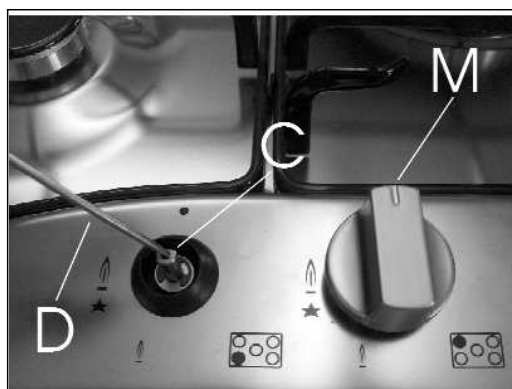

РИС. 13
- Снимите ручку вентиля „М” (рис. 13), которая просто надевается на стержень и больше ничем не закреплена.
- Вставьте маленькую отвертку „D” в отверстие „С” (рис. 13) и поворачивайте вправо или влево стопорный винт, до тех пор, пока пламя конфорки не отрегулируется до соответствующего положения «Минимум».